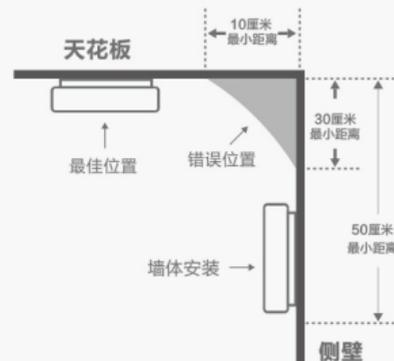

图2 安装位置
1 安装位置 (见图2、图3)
- ✓ | 水平天花板下: 探测器应安装于中心位置且50厘米内不能有遮挡物。如果无法安装于中心位置, 那么离墙壁、梁边的水平距离, 不应小于10厘米 (见图2)。